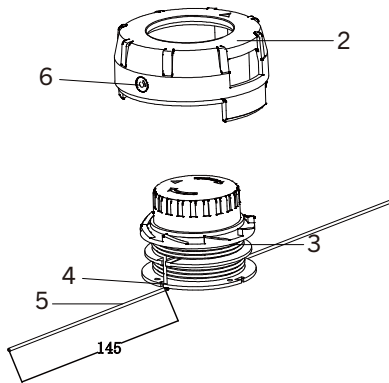

Fig. 13
2. Tirez l'extrémité libre du fil de coupe hors de la fente de retenue (4) de la bobine (Fig. 13).
4. Enfillez l'extrémité libre du fil de coupe (5) à travers les trous (6) du boîtier de la bobine (Fig. 13).
5. Une fois la bobine de remplacement entièrement insérée dans le boîtier de la bobine, remplacez le capuchon de la bobine (2) (Fig. 13) en insérant les boutons de verrouillage (1) dans le boîtier de la bobine (Fig. 14).
6. Enfoncez complètement le capuchon de la bobine dans le boîtier de la bobine jusqu'à ce que les boutons de verrouillage « s'enclenchent » dans les trous correspondants (7) du boîtier de la bobine.